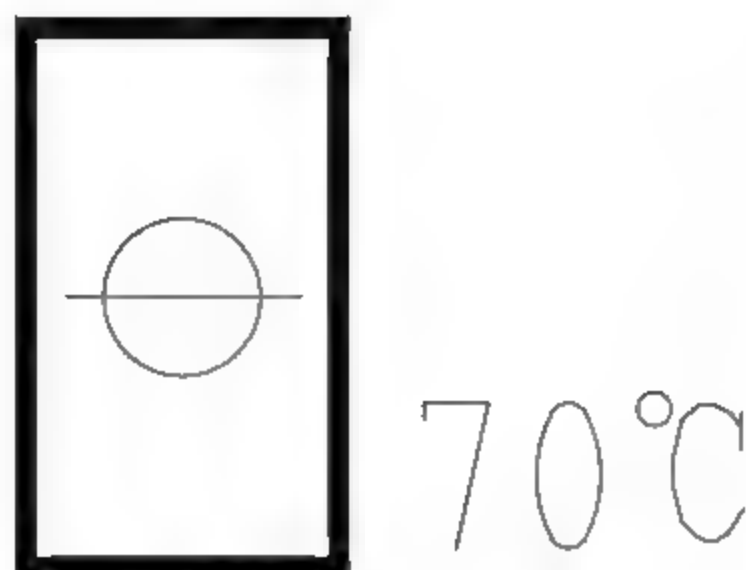

图8-217 常开防火阀
(1) 调用REC【矩形】命令、C【圆】命令以及L【直线】命令，绘制【常开防火阀】图例，如图8-217所示。